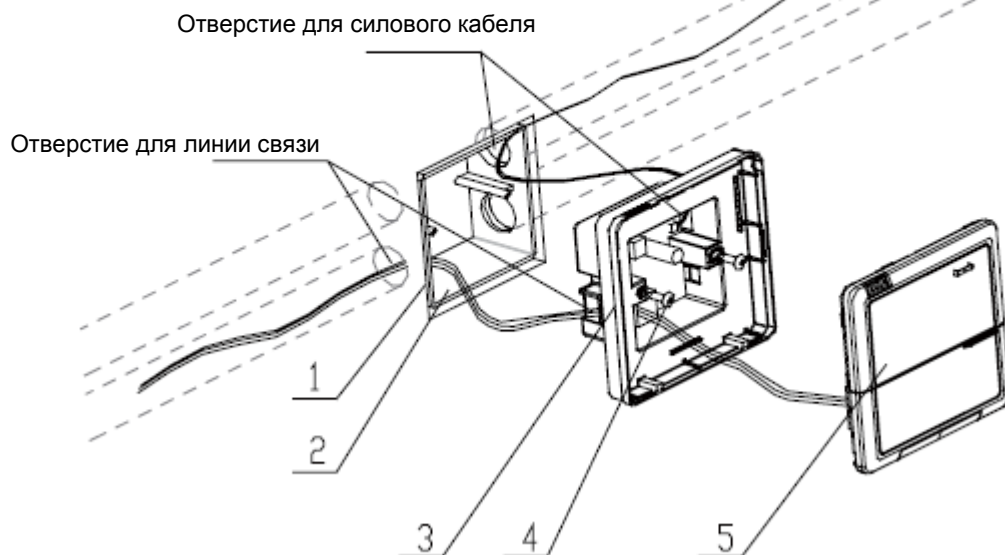

Рис. 7.6 Схема монтажа
- б. Установить коробку электропитания (2), как указано на Рис.7.6, для закрепления корпуса пульта (3).
- в. Подключите силовой кабель и линию связи к плате дисплея, затем уберите их в электрическую коробку (2).
- г. Закрепите корпус на электрической коробке (2) шурупами.
- е. Закройте крышку пульта (5).